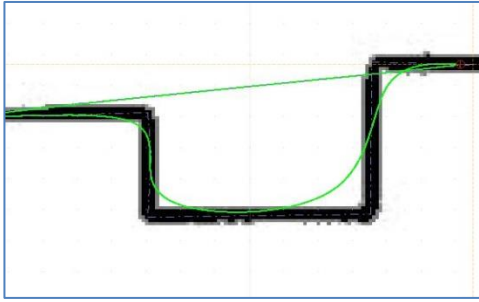

Bild 18
- Kontrollpunkt durch einfachen Mausklick gesetzt (Bild 18)